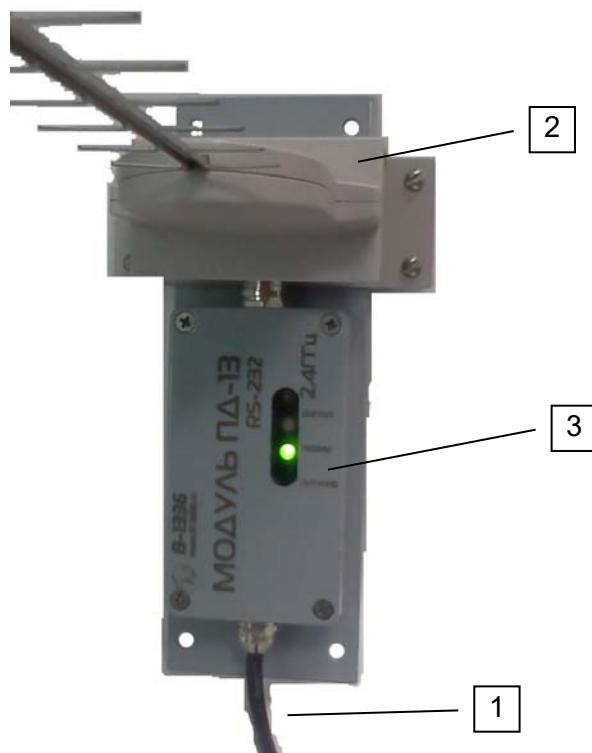

Рис.1. Модуль 13.
- 2.1. Конструктивно модуль выполнен в корпусе из алюминиевого сплава. На нижней стороне корпуса выходит интерфейсный кабель 1 (см. рис. 1) для подключения к прибору. На верхней стороне корпуса расположена антenna 2, а лицевой стороне корпуса расположен блок индикаторов 3.